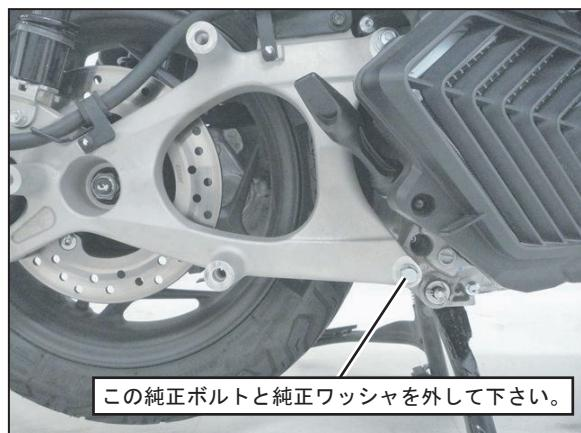

FIG. 2
3. スイングアームを留める下側の純正ボルトと純正ワッシャを外して下さい。外した純正ボルトと純正ワッシャは本製品取り付けに使用します。（FIG. 2参考）